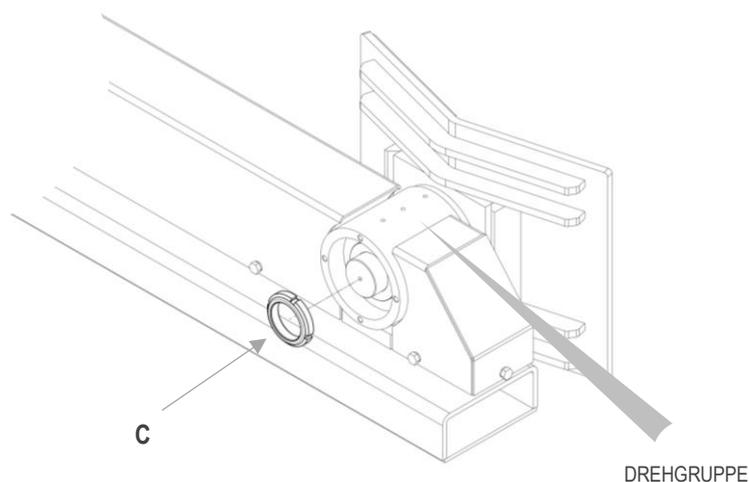

Abbildung 41
3. Die Zwinde **C** zur Befestigung der Scheibe entfernen (siehe Abbildung 41)